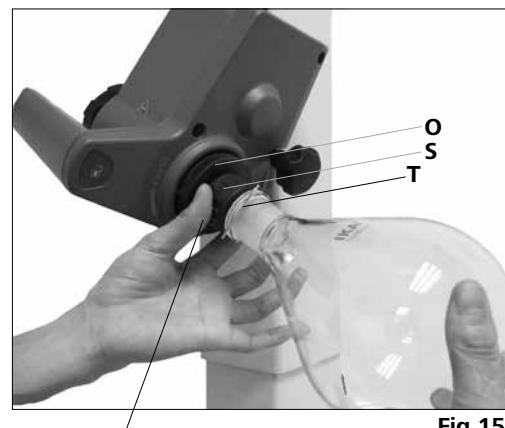

Fig. 15b
- クリップがフランジに付くまでプラスチック製ナット (**P**) をクリップ (**S**) と共に反時計回りに回します。(Fig. 15b)